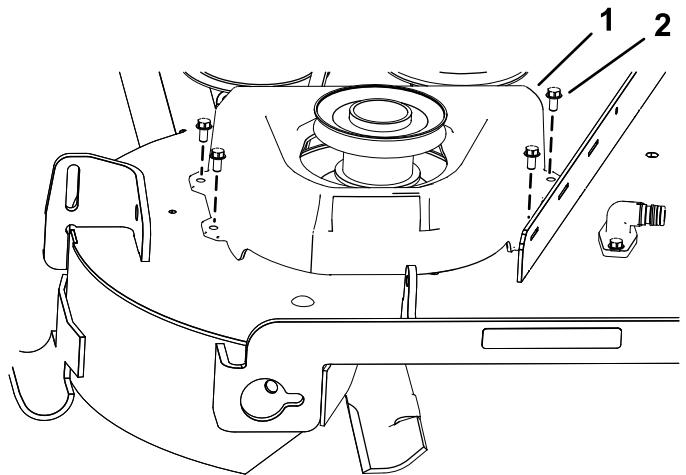

Figura 12
- Montai noul capac de curea la ansamblul fuliei cu ajutorul celor 4 uruburi cu îndepărtate anterior ($\frac{1}{4} \times \frac{1}{2}$ '), în modul prezentat în Figura 12.